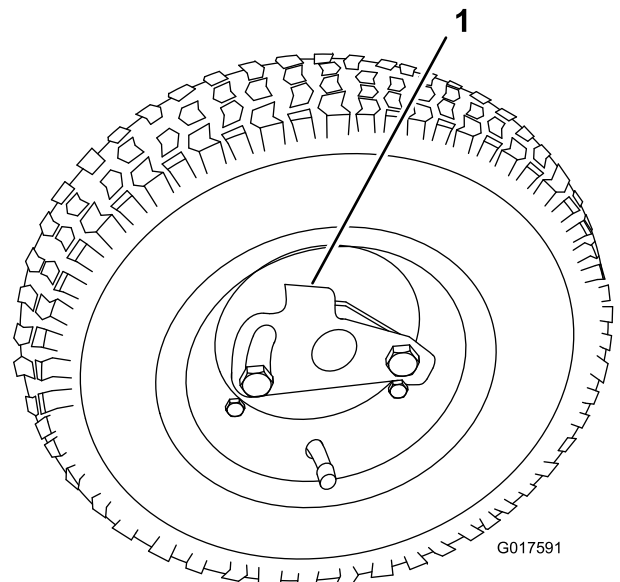

图19
2. 将行走轮锁定夹压向轮的中心然后将行走轮滑到六角轴上 图19。